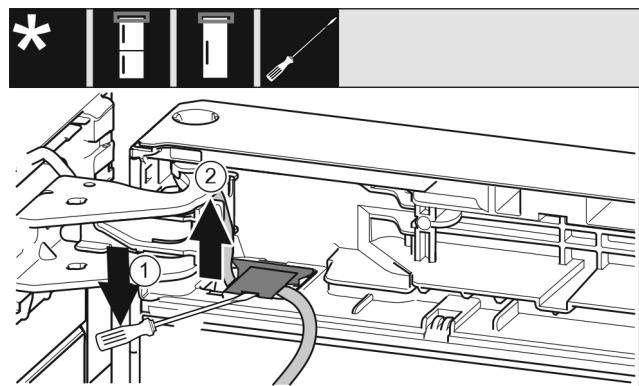

Fig. 21
- Cu șurubelnită plată ridicați și extrageți apărătoarea. Fig. 21 (1)
- Extrageți cablul. Fig. 21 (2)